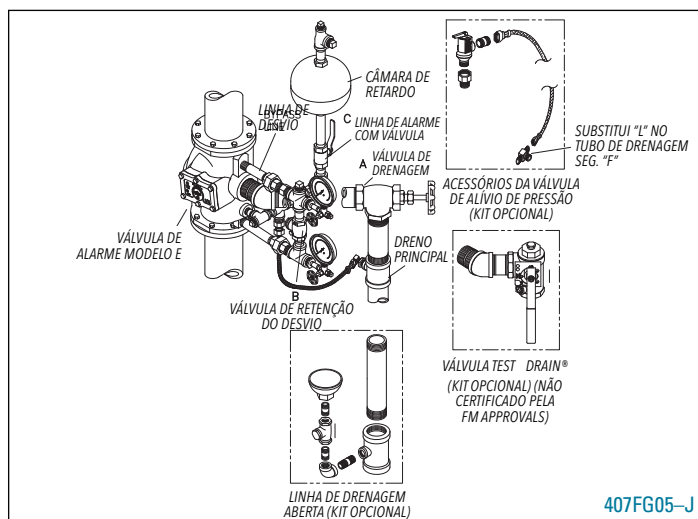

Fig. 7 – Acessório vertical E3
1. Abra a válvula (A), Fig. 7, para o dreno, o que deve remover todo o material solto da sede da válvula de alarme. Feche a válvula e verifique se o fluxo de água cessa.
4) Feche a válvula de drenagem (A), Fig. 7. Abra lentamente a válvula de controle principal. Certifique-se de que a válvula (C) e a válvula de controle principal estejam na posição ABERTA.
Alarmes falsos são geralmente causados por surtos de pressão no suprimento de água e podem ocorrer quando o sistema perde seu excesso de pressão efetivo (vide "Operação"). Leituras seme-lhantes nos manômetros do sistema e de suprimento constituem uma indicação visual de que a condição de excesso de pressão foi perdida. Um ou mais dos aspectos a seguir contribuem para esta perda de pressão: vazamento das válvulas de drenagem do sistema, vazamento no assento de válvula de alarme (3), Fig. 6), vazamento entre a portinhola (4) e o revestimento (5), ou vazamento na válvula de retenção do desvio (B), Fig. 7. Medidas corretivas:
a. Feche a válvula de controle principal e alivie a pressão entre essa válvula e a portinhola da válvula de alarme através da válvula do manômetro inferior de 1/4" NPT. Feche esta válvula antes de remover o plugue de 1/4" NPT e abra após o plugue ser removido para aliviar a pressão. Se a água continuar a escoar desta válvula, a válvula de retenção do desvio (B) deve ser limpa, reparada ou trocada.
b. Se a válvula de retenção do desvio (B) estiver vazando, faça os reparos após abrir a válvula (A) para o dreno e drenar o sistema completamente.
c. Após executados todos os reparos, feche a válvula (A) e abra lentamente a válvula de controle principal, supervisionando-a apropriadamente.